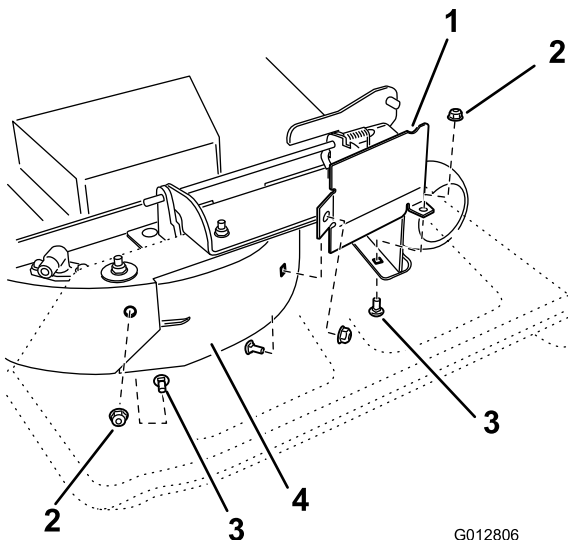

Bild 30
8. Entfernen Sie die Schlossschraube (5/16" x 3/4") und die Sicherungsmutter (5/16") an der Rückwand des Mähwerks, mit denen das Ablenkblech am Mähwerk befestigt ist (Bild 30).
9. Ermitteln Sie den Ablenkblechschutz an der vorderen Kante der Seitenauswurföffnung. Entfernen Sie die Befestigungen, mit denen der Ablenkblechschutz und das rechte Ablenkblech am Mähwerk befestigt sind, siehe Bild 30. Entfernen Sie den Ablenkblechschutz und bewahren Sie die Befestigungen auf.